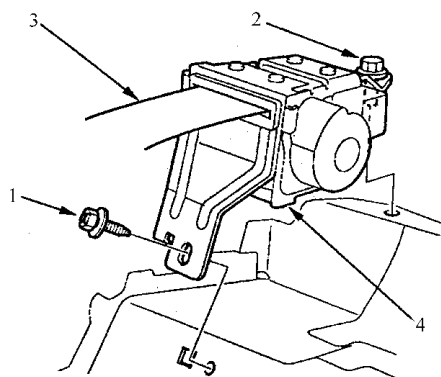

图 11-9 拆卸后排座椅安全带和收紧器
6) 如图 11-9 所示，拆卸收紧器自攻装置螺钉和收紧器螺栓，然后，拆卸后排座椅安全带和收紧器。